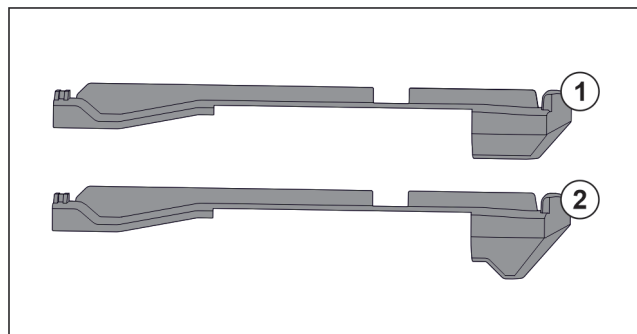

Fig. 195 Confronto degli elementi inseribili
Nell'apparecchiatura si trovano due diversi elementi inseribili. L'elemento inseribile sopra il cassetto più in basso Fig. 195 (2) presenta un bordo triangolare. Tutti gli altri elementi inseribili Fig. 195 (1) dispongono di un bordo diritto.
- ▶ Applicare l'elemento inseribile Fig. 195 (2) con il bordo triangolare sopra il cassetto più in basso.
- ▶ Applicare l'elemento inseribile Fig. 195 (1) con il bordo diritto su tutti gli altri punti.